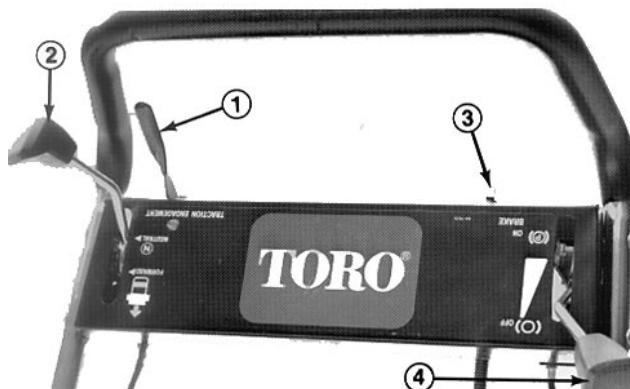
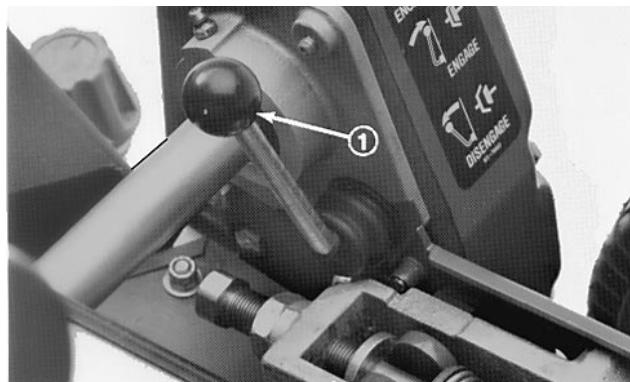

Bild 12
Bild 13
Fahrantriebshebel (Bild 12)—Rechts vorne an der Bedienungstafel. Der Hebel hat zwei Stellungen: NEUTRAL und VORWÄRTS. Wird der Hebel vorwärts gedrückt, schaltet sich der Antrieb ein.
Ein-/Aus-Schalter (Bild 12)—Links hinten an der Bedienungstafel. Der Motor wird durch Stellen des Schalters auf ON [Ein] gestartet und auf OFF [Aus] zum Stillstand gebracht.
Dienst-/Feststellbremse (Bild 12)—Links vorne an der Bedienungstafel. Mit Hilfe der Bremse lässt sich die Fahrgeschwindigkeit der Maschine reduzieren oder die Maschine zum Stillstand bringen. Die Bremse kann gleichfalls als Feststellbremse benutzt werden. Durch Rückwärtsziehen des Hebels über die mittige Stellung hinaus wird die Feststellbremse aktiviert.
Gashebel (Bild 12)—Rechts hinten an der Bedienungstafel. Dieser Hebel hat zwei Stellungen: SLOW [Langsam] und FAST [Schnell]. Die Motordrehzahl lässt sich zwischen beiden Einstellungen stufenlos regeln.
Spindelantriebshebel (Bild 13)—An der rechten vorderen Ecke der Maschine. Dieser Hebel hat zwei Stellungen: ENGAGE [Eingeschaltet] und DISENGAGE [Ausgeschaltet]. Zum Einkuppeln des
1. Sicherstellen, daß Fahr- (Bild 12) und Spindelantriebshebel (Bild 13) in der AUSGESCHALTET-Stellung sind.
3. Den Ein-/Aus-Schalter auf EIN stellen (Bild 12).
4. Den Gashebel (Bild 12) auf SCHNELL stellen.